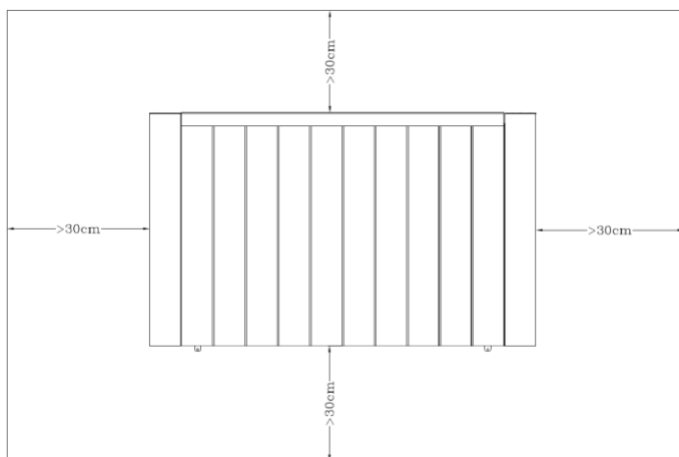

fig. 1
1. Veillez à ce que la distance entre l'appareil et le sol ou le mur soit d'au moins 30 cm, comme indiqué sur l'image. (fig. 1).